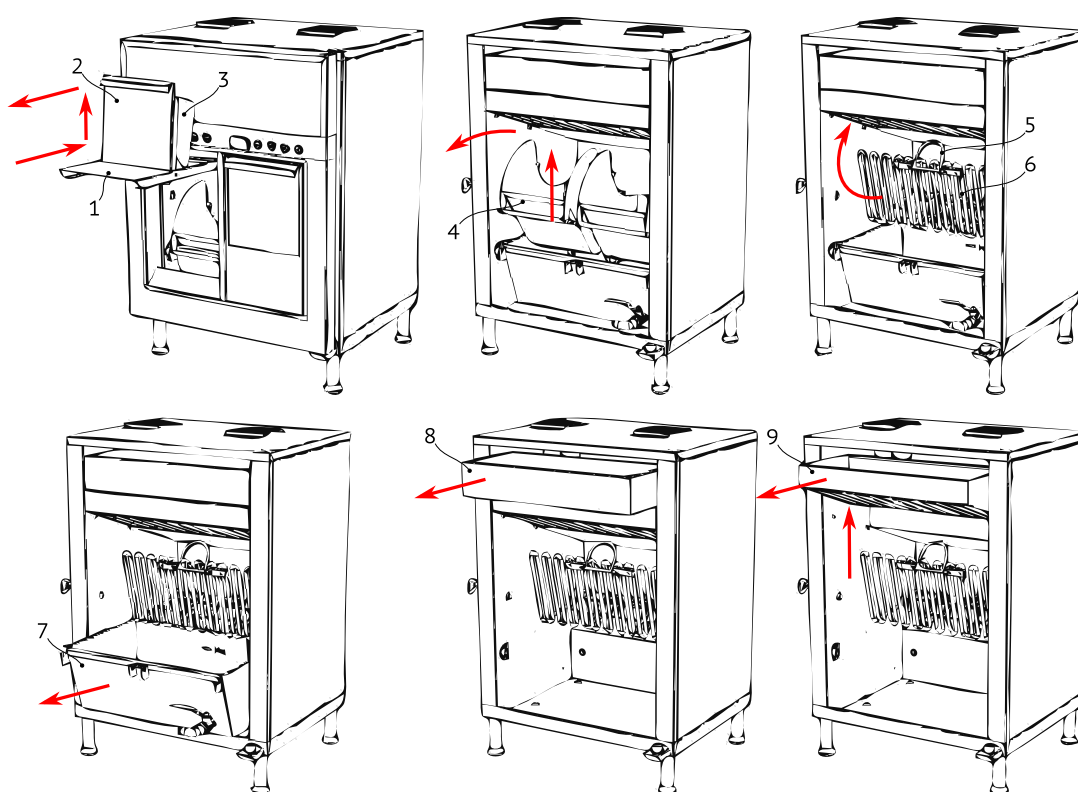

Рисунок 5
4. Поднимите заслонку (1) вверх, поднимите и выньте съёмную дверку (2) с лотком (3), см. Рис. 5.
6. Поднимите и вытащите корзины (4).
7. Возьмитесь за петлю (5) и потяните блок нагревательных элементов (6) вверх, до момента фиксации в верхнем положении.
8. Вытащите ванну (7).
9. Вытащите кассету фильтра комбинированного (8). Вытащите бумажный и угольный фильтр из кассеты.
10. Вытащите фильтр лабиринтный (9).